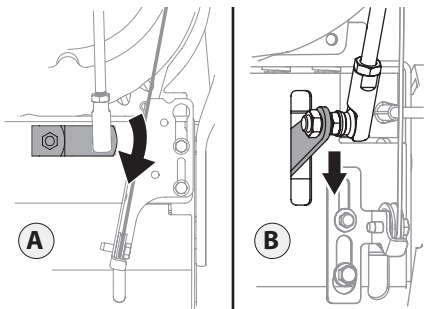

Figura 2-60
3. Asegúrese de que la palanca de cambios de la parte trasera de la transmisión esté girada hacia abajo hasta el máximo de rotación posible. Consulte la Figura 2-60, Detalle "A" para los modelos sin transmisión hidrostática o el Detalle "B" para los modelos con transmisión hidrostática.